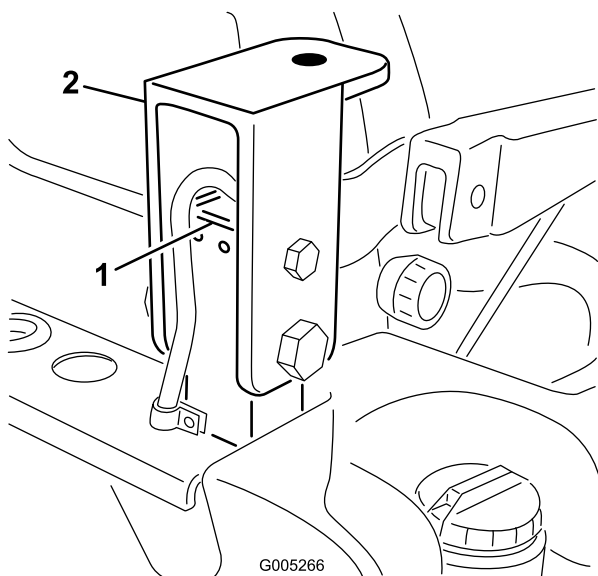

Figure 93
38. Enlevez les boulons et écrous qui fixent les supports de la cabine aux montants du système ROPS (Figure 93).